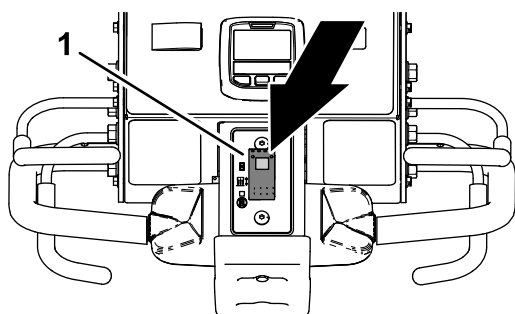

Figura 89
1. Pulse la parte superior del interruptor de control de descenso (Figura 89) hasta la posición de DESCENSO RETARDADO.